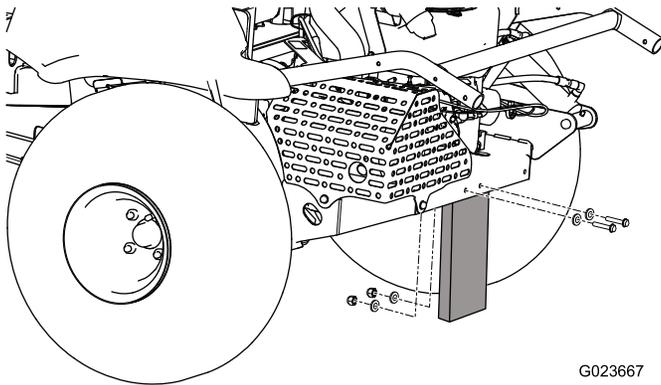

Bild 3
1. Entfernen Sie die Muttern, Schrauben und Scheiben, mit denen die Versandplatte am Heck der Maschine befestigt ist (Bild 3).